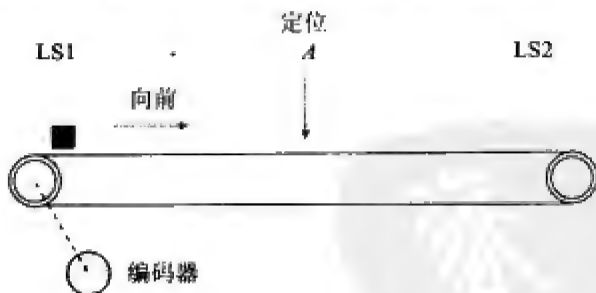

图 8-38
6. 设计一个 PLC 程序且画出典型 I/O 接线图和梯形图程序使之能正确执行图 8-38 中的工业控制流程。操作顺序如下: